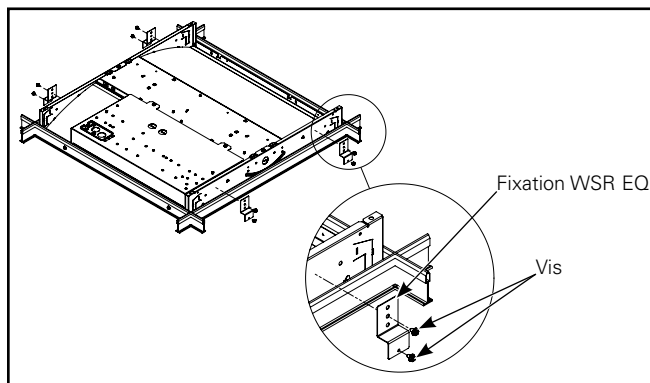
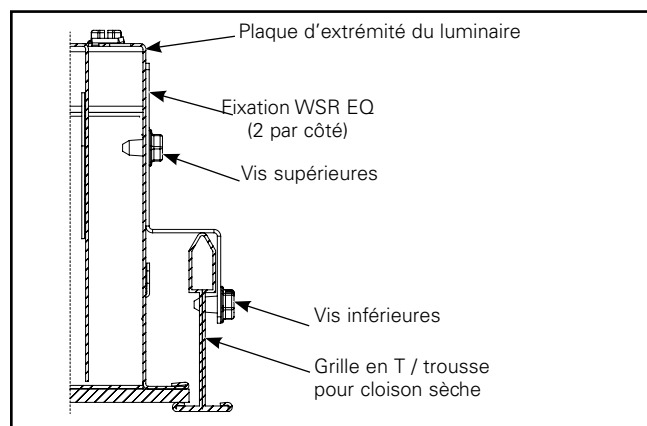
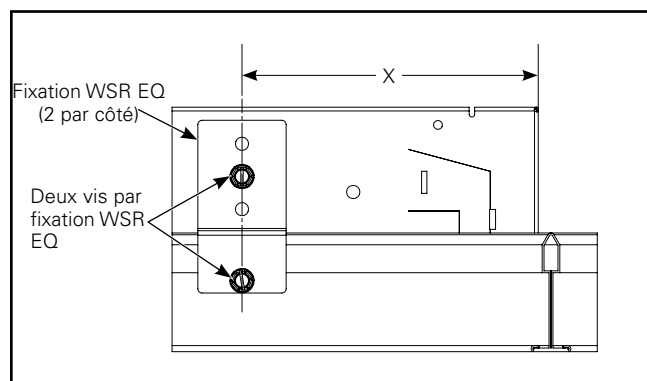

Figure 3.
Figure 4.
Figure 5.
4. Deux fixations WSR EQ doivent être installées sur chacune des extrémités hautes du luminaire, comme illustré (figure 3). Assurez-vous que le bord de la fixation est correctement orienté avec les trois trous consécutifs dans haut (figures 4 et 5). Ensuite, vissez la vis supérieure (figure 4) à travers le trou approprié dans la fixation WSR EQ et dans la paroi du luminaire, mais NE percez PAS la cavité du luminaire. Ensuite, vissez la vis de base (figure 4) dans le trou unique à la base de la fixation WSR EQ et dans la grille en T. Puis, vissez à travers le trou circulaire approprié « de la fixation WSR EQ » pour fixer. Le luminaire et la grille en T n'ont pas de trou prépercé pour la fixation WSR EQ et ils doivent être fixés à environ « X » pouces de distance des bords (tableau à la figure 5). Vous voulez être en mesure de voir l'extrémité de la vis depuis le haut du luminaire. Suivez ces étapes pour les 4 fixations WSR EQ pour fixer le boîtier à la grille en T avec les vis fournies.
- Deux fixations WSR EQ doivent être installées sur chacune des extrémités hautes du luminaire, comme illustré (figure 3). Assurez-vous que le bord de la fixation est correctement orienté avec les trois trous consécutifs dans haut (figures 4 et 5). Ensuite, vissez la vis supérieure (figure 4) à travers le trou approprié dans la fixation WSR EQ et dans la paroi du luminaire, mais NE percez PAS la cavité du luminaire. Ensuite, vissez la vis de base (figure 4) dans le trou unique à la base de la fixation WSR EQ et dans la trousse pour cloison sèche.